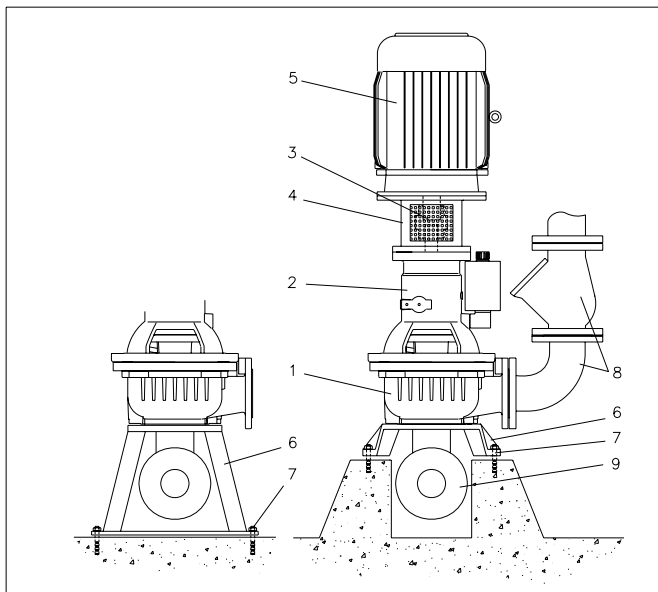
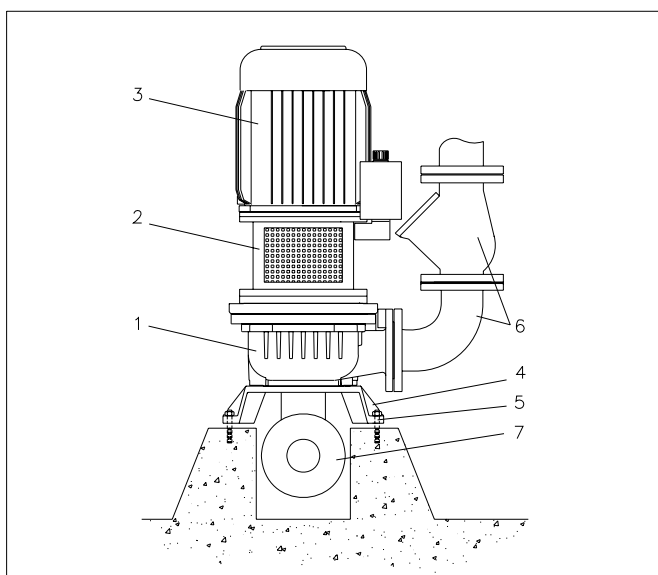

Fig. 7.4
Fig. 7.6
Vertikal oppstilling på fot. Se fig. 7.4.
- Foten forankres til fundamentet ved hjelp av de 4 montasjehullene; se fig. 7.4, pos. 7.
Se fig. 7.4 og fig. 7.6.
- Foten forankres til fundamentet ved hjelp av de 4 montasjehullene; se fig. 7.4 og fig. 7.6, pos. 5.